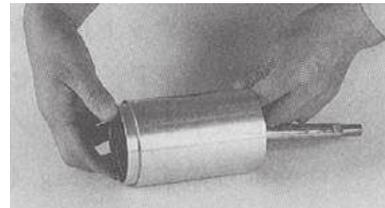

Fig.42
- ⑩ スペーサRの凸部をシリンダの後部側へ挿入し、スペーサのビード座がBFダイヤフラムのビードに当たるまで押し込む。(Fig.42)
b) スペーサRをセンターシリンダのリヤ側からはめ込み、スペーサのBFダイヤフラムRのビードに当たるまで押し込む。(Fig.42)